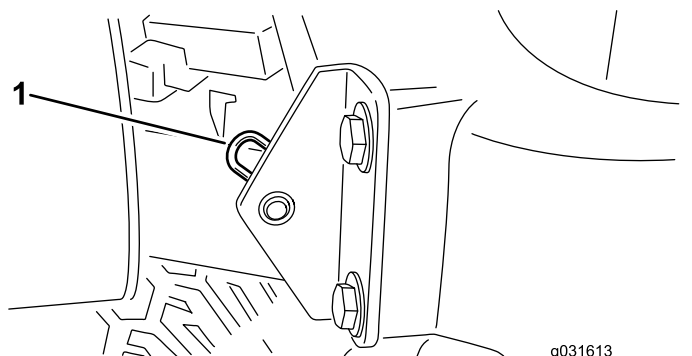

Figure 26
2. Retirez la goupille fendue qui fixe le pivot de capot aux supports (Figure 26).